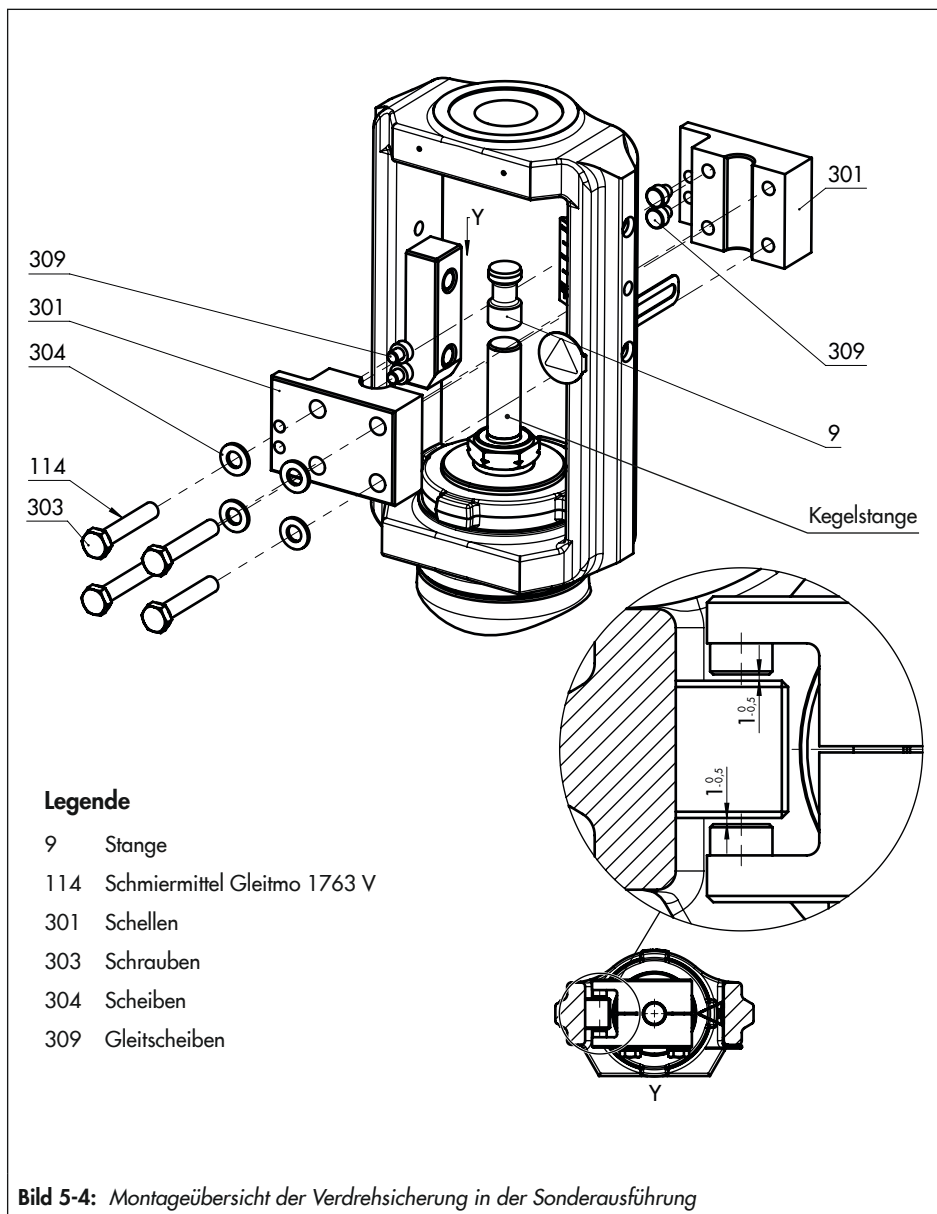

Bild 5-4: Montageübersicht der Verdrehsicherung in der Sonderausführung
Vgl. Bild 5-3 und Bild 5-4
- Zwischen den Gleitscheiben und ihrer Auflage am Joch ist ein nomineller Spalt zwischen 0,5 und 1 mm auf jeder Seite (vgl. Detail Y in Bild 5-4).